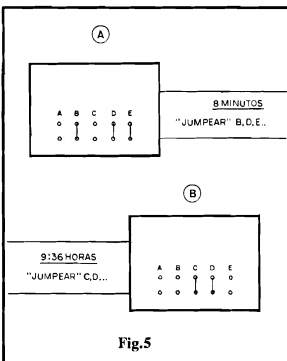

Fig. 5
- FIG. 5 - EXEMPLOS DE PROGRAMAÇÃO - Confirmem com a Tabela mostrada, os dois exemplos de programação por "jumps" e "jumps", sendo que em 5-A, com straps fechando os pontos B-D-E, obtemos um período de 8 minutos, e, em 5-B, com o "fechamento" dos pontos C-D, temos uma temporização de 9 horas e 36 minutos...